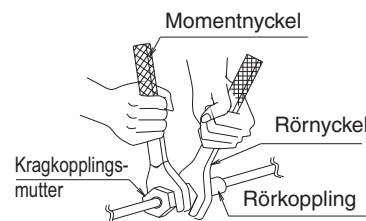

Bild 6
(1) Anslut rören.
- Använd både skiftnyckel och momentnyckel, som visas i bilden, när rören ansluts eller kopplas loss från enheten. (Se bild 6.)